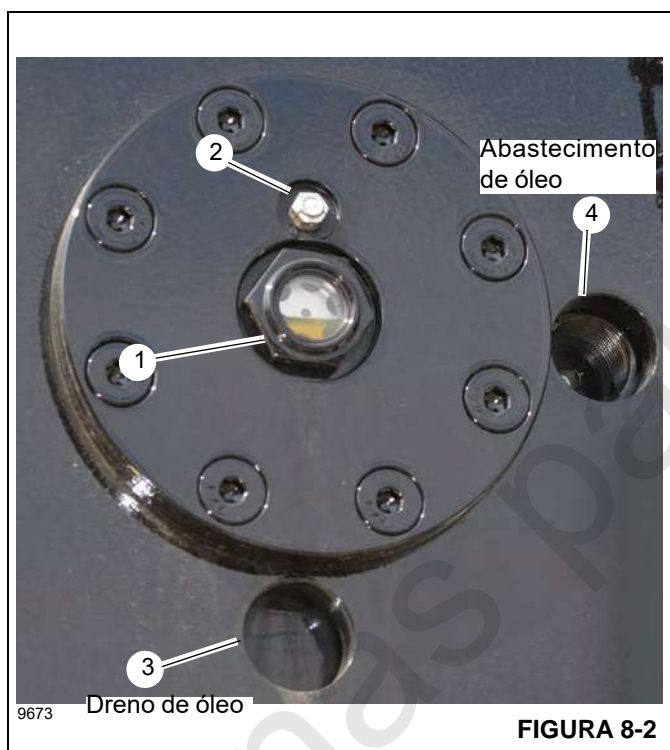

FIGURA 8-2
Verifique o nível do óleo no indicador visual (1, Figura 8-2) no guincho. O óleo deve estar aproximadamente acima da metade do indicador visual. A caixa de engrenagens e o freio do guincho comportam no máximo de 5,44 l (11.5 pt) de óleo.
O dreno de óleo do guincho e o bujão de enchimento estão localizados no tambor. O bujão pode ser acessado através de um dos dois furos de acesso. O furo de acesso da parte inferior (posição das 6 horas) (3, Figura 8-2) é utilizado ao drenar o óleo. O furo de acesso na lateral (posição das 3 horas) é utilizado ao abastecer o guincho com óleo (4).
1. Remova o bujão de respiro (2, Figura 8-2). Limpe com solvente conforme necessário. Reserve para uso posterior.
2. Gire o tambor do guincho de modo que o bujão de dreno e enchimento (Figura 8-3) esteja alinhado com o furo de acesso do dreno de óleo na posição das 6 horas (3, Figura 8-2).
8. Revista as roscas do bujão de respiro (2, Figura 8-2) com óleo e instale o bujão de respiro.
1. Gire o tambor do guincho de modo que o bujão esteja alinhado com o furo de acesso de abastecimento de óleo na posição das 3 horas (4, Figura 8-2).
4. Inspeção visualmente o nível do óleo no indicador visual (1, Figura 8-2). Quando terminar de encher, o nível do óleo deve estar aproximadamente acima da metade do indicador visual.
5. Usando uma chave Allen de 5/16 pol. (8 mm), instale e aperte o bujão de dreno e enchimento (4, Figura 8-2). Aperte o bujão de dreno e enchimento com torque de 67,8 Nm (50 pés-lb).